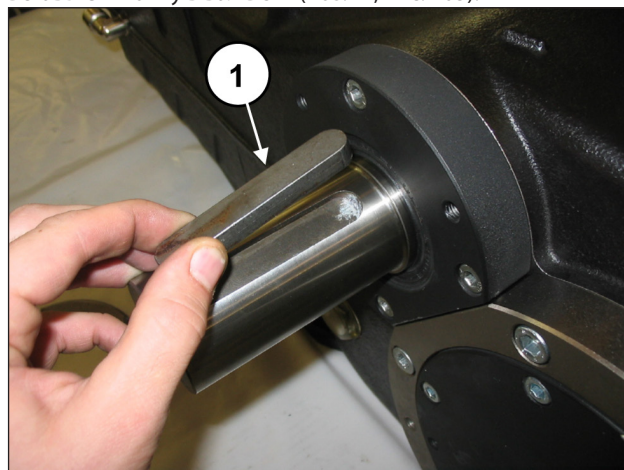

Рис. 105
Вставьте шпонку в вал ВОМ (поз. ①, Рис. 105).